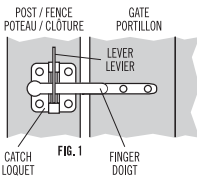

FIG. 1
- For standard installations, see Fig. 1.
- Pour les installations standard, voir la Fig. 1.